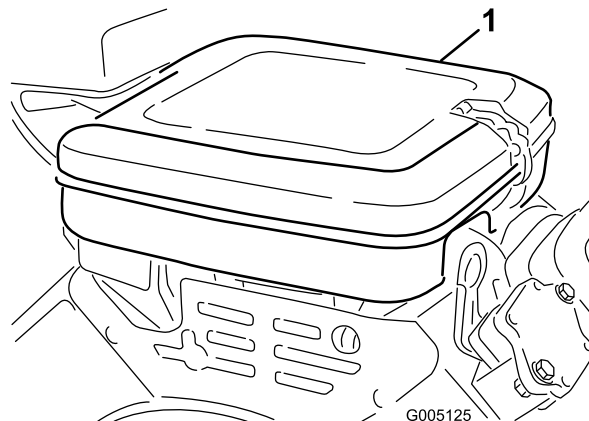

Figura 41
1. Liberte os dispositivos de bloqueio e retire a cobertura do filtro de ar (Figura 41). Limpe bem a cobertura.